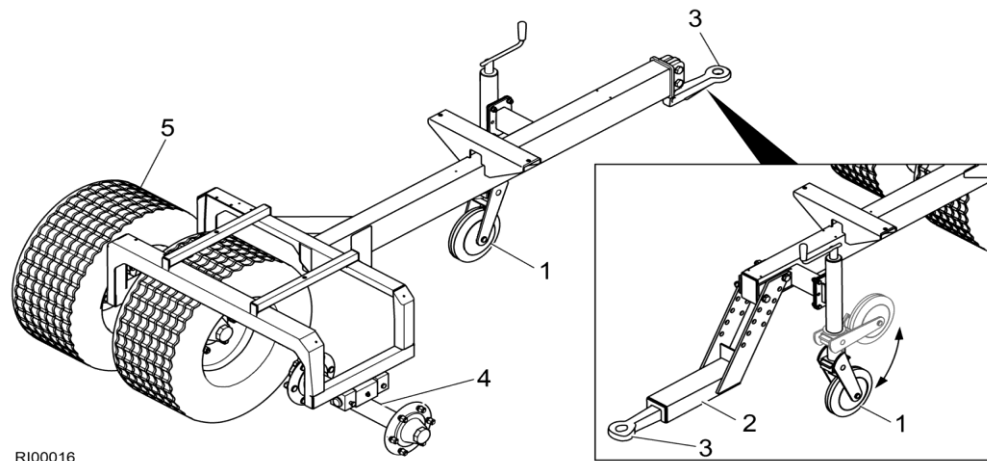

Bild 8 Fahrwerk, komplett DS1600, DS3100 – gerade Anhängung, Untenanhängung
Das Fahrwerk besteht aus einem Profilstahlrahmen, an dem zwei Laufachsen (Bild 8/4) (jeweils mit Zwillingsbereifung (Bild 8/5)) befestigt sind. Im Profilstahlrahmen steckt die Deichsel mit Winkelzugöse (Bild 8/3). Außen links am Profilstahlrahmen ist das Stützrad (Bild 8/1) mit Verstellspindel festgeschraubt.
- Gerade Anhängung (Bild 8/3)
- Nach unten gekröpfte Anhängung (Untenanhängung) (Bild 8/2)